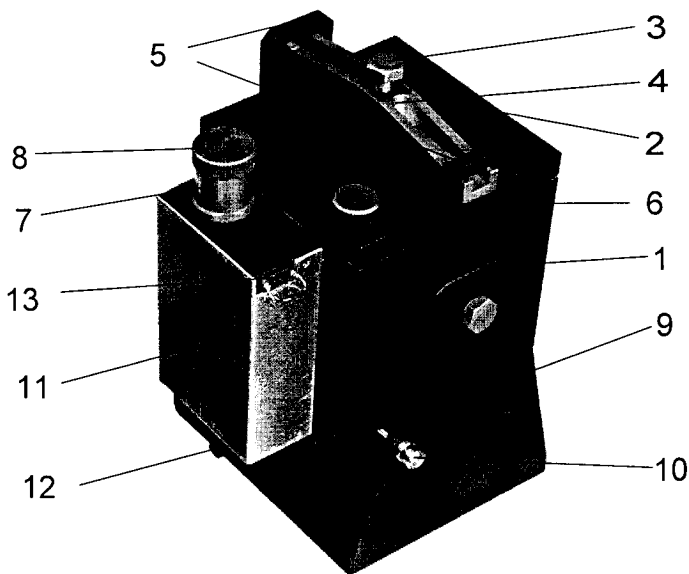

Рис. 2. Внешний вид измерительной камеры
*Измерительная камера* (рис. 2) выполнена в виде квадратного контейнера 1, в который помещается исследуемый образец. На передней стенке контейнера через кронштейн вертикально закреплен сильфон, который с помощью жесткого поводка соединен с датчиком линейных перемещений. В стенке контейнера рядом с датчиком перемещений